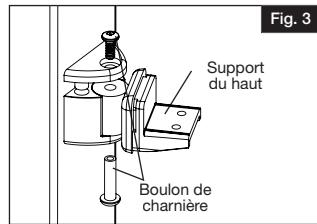

Fig. 3
- Assembler temporairement les supports d'angle du haut et du bas. Glisser le support de montage dans la base de support, mettre l'embout sur le support et fixer le support ensemble à l'aide du boulon de charnière fourni (Fig. 3).